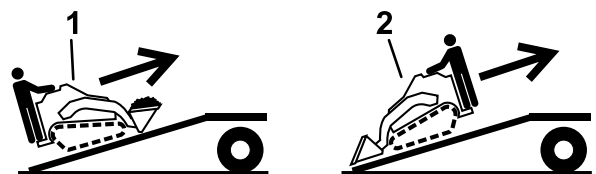

Figure 34
5. Montez la machine sur la remorque en gardant le côté le plus lourd en haut de la rampe et en maintenant la charge en bas (Figure 34).